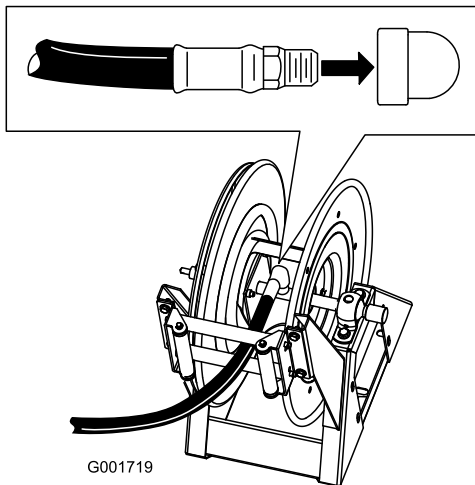

Figura 23
1. Envuelva con cinta Teflon® las roscas del acoplamiento de la manguera larga e instale el acoplamiento en el tubo conector del carrete (Figura 23).